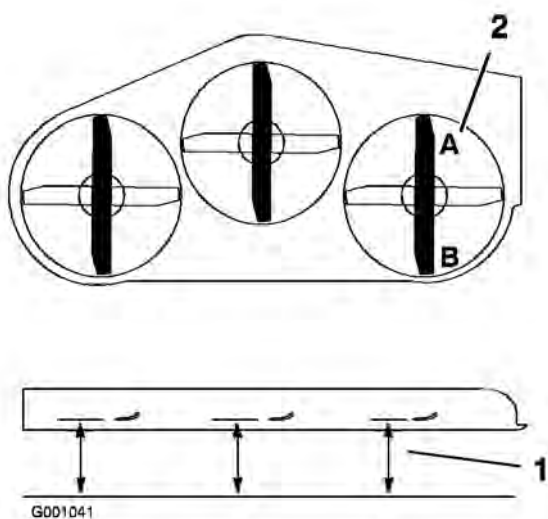

Figure 76
2. Tournez une lame dans le sens longitudinal. Mesurez la distance aux points **A** et **B** entre une surface plane et le bord coupant des pointes des lames (Figure 76).
4. Tournez les lames dans le sens longitudinal. Mesurez la distance aux points C et D (Figure 76) entre une surface plane et le bord coupant des lames.